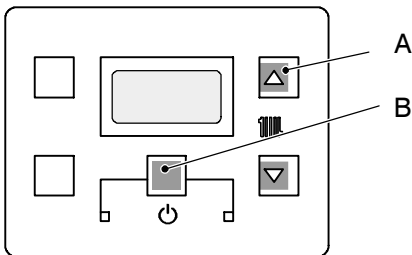

Fig. 6.8
- 4 To modify the parameter press contemporary the keys (A – B Fig. 6.8)